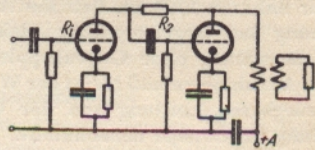

Bild 7
2. Bild 7 zeigt eine Spannungsgegenkopplung mit Nebenschlußschaltung, wobei sich die Gegenkopplung auf die Endröhre beschränkt. Der Spannungsteiler für die Gegenkopplung besteht aus dem Innenwiderstand  $R_i$  und dem Anodenwiderstand  $R_2$  der Vorröhre. Der Gegenkopplungsgrad wird mit  $R_2$  eingestellt.